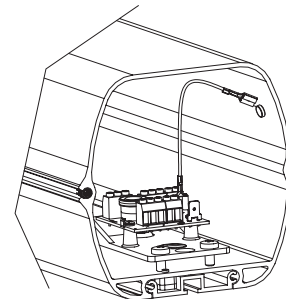
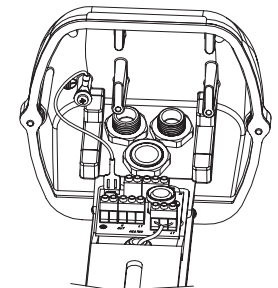

Fig. 7
Fig. 8
- Nel caso di riscaldamento in 115/230VAC collegare il primo cablaggio massa dal faston del circuito d'appoggio al faston del corpo custodia (Fig. 7), e il secondo cablaggio massa dal faston rimasto libero nel circuito d'appoggio al pozzetto del fondo posteriore tramite la rondella e la vite (Fig. 8).
- En cas de chauffage à 115/230VAC, connecter le premier câblage masse de la Faston du circuit de support à la Faston du corps du caisson (Fig. 7), et le second câblage masse de la Faston restée libre sur le circuit de support à l'orifice du fond postérieur au moyen de la rondelle et de la vis (Fig. 8).
- For heating with 115/230VAC connect the first earth cable from the support circuit faston to the housing faston (Fig. 7), and the second earth cabling from the free faston in the support circuit to the trap in the rear housing, using the washer and screw (Fig. 8).
- Im Falle der Heizung 115/230VAC die erste Verkabelung vom Flachstecker der Trägerschaltung zum Flachstecker des Gehäusekorpus ziehen (Fig. 7), die zweite Verkabelung wird vom frei gebliebenen Flachstecker in der Trägerschaltung über die Unterlegscheibe und die Schraube zur Ausparung der hinteren Abdeckplatte geführt (Fig. 8).